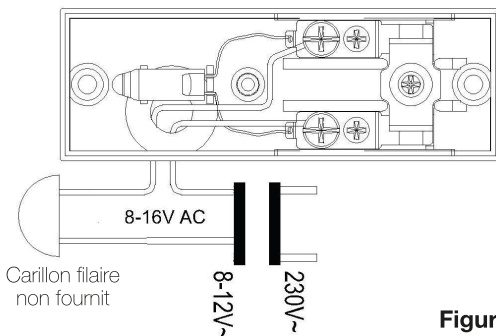

Figure 4
5. Connectez ensuite le bouton à votre carillon en faisant passer les fils comme sur le schéma de la figure 4.